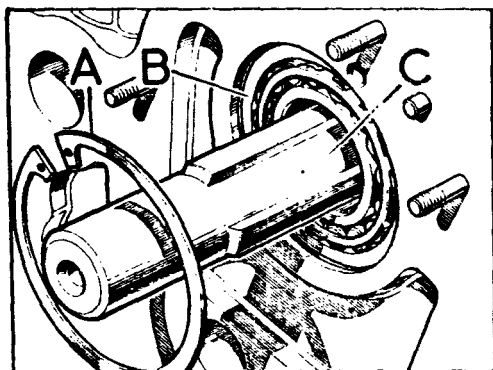

Fig. C1-32 Arillo-fiador para el cojinete delantero
- 1.2. Extraer el anillo-retén, A (Fig. C1-32) de la pista exterior del cojinete delantero, B.